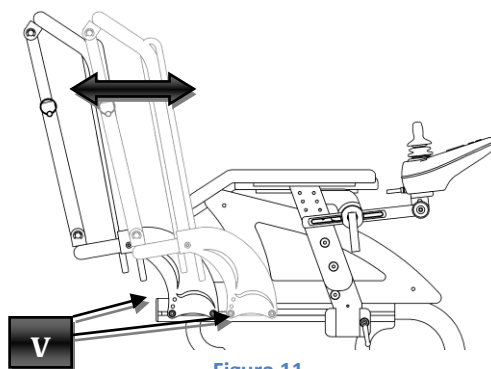
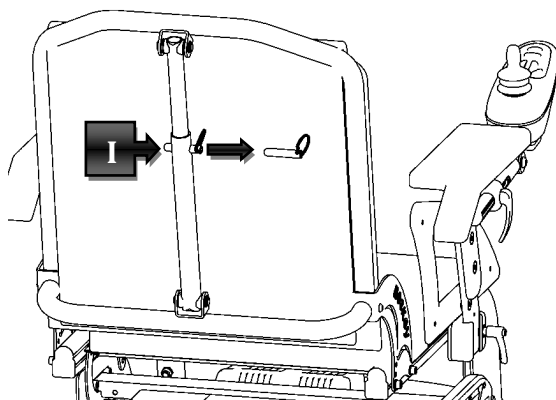

Figura 11
Figura 12
Facendo riferimento alla Figura 11 allentare le viti (V), muovere lo schienale fino a raggiungere la posizione desiderata e stringere di nuovo le viti. NOTA: per l'operazione utilizzare una chiave per bulloni ad esagono incassato da 4 mm.
Per regolare l'inclinazione dello schienale è necessario rimuovere l'inserto rapido (I) e reinsertarlo una volta ottenuta l'inclinazione desiderata come indicato in Figura 11 e Figura 12